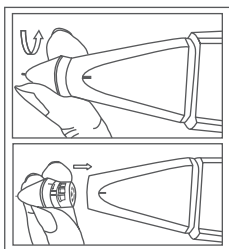

Fig. 1.07
1. Lorsque le testeur est éteint, tournez la pointe de la sonde dans le sens antihoraire pour la retirer, tel qu'illustré dans la **Fig. 1.07**.